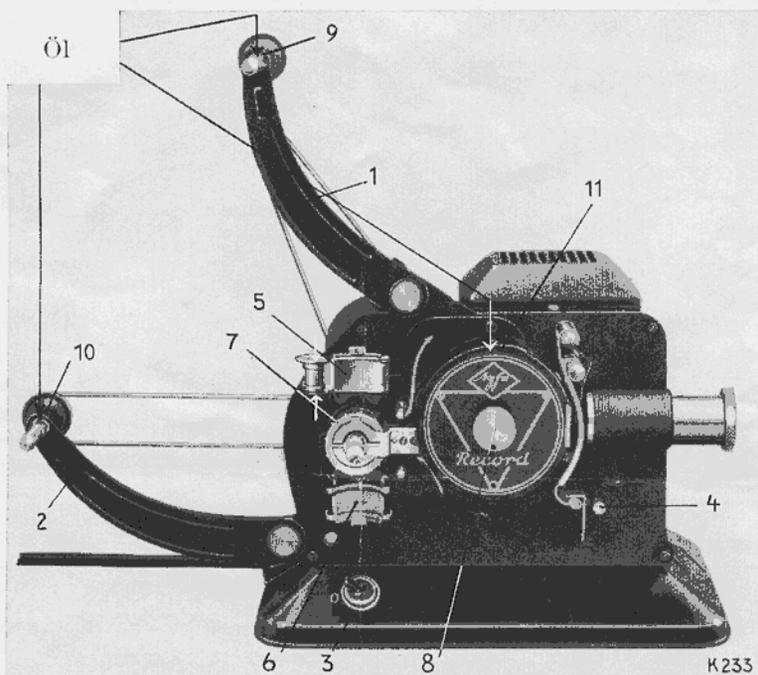
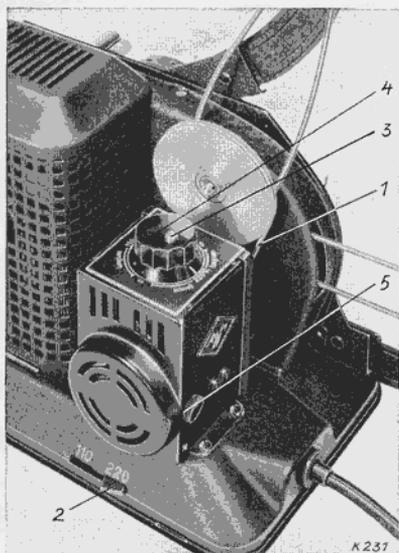
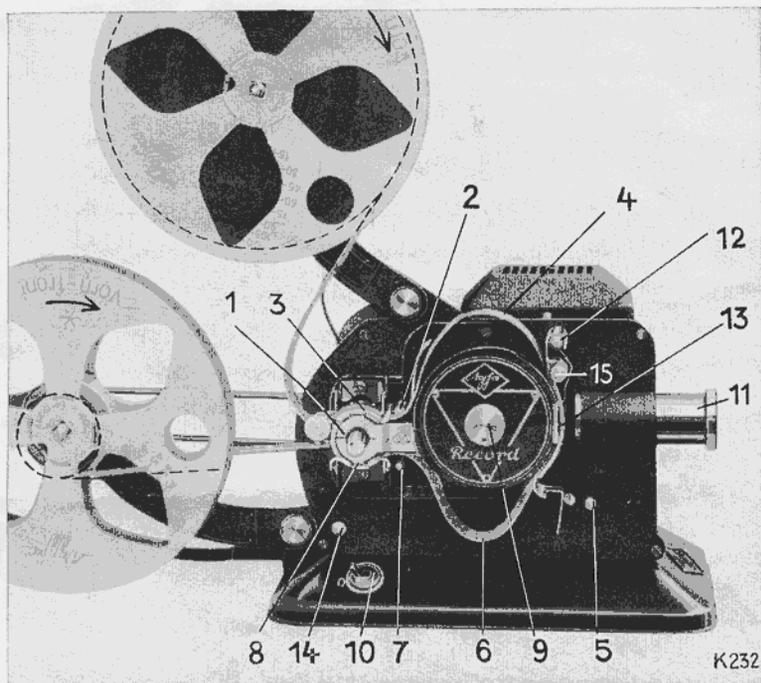

Abb. 1
Abb. 2
Abb. 4
Movector auf einen feststehenden Tisch so aufstellen, daß sich das Objektiv in Höhe der Leinwandmitte befindet. Oberen Spulenarm 1 (Abb. 1) hochklappen, unteren Spulenarm 2 (Abb. 1) herunterklappen.
Hebel des **Spannungsumschalters 2** (Abb. 2) leicht nach abwärts drücken und auf die der Netzspannung entsprechende Zahl (110 oder 220 Volt) schieben.\*) Ferner nach Niederdrücken des Knopfes 3 (Abb. 2) Drehknopf 4 (Abb. 2) des Motorregulierwiderstandes entsprechend auf 110 oder 220 Volt (auf „schnell“) einstellen. Mit Anschlußkabel Netzanschluß an die Steckdose des Lichtnetzes herstellen.
Schalter 3 (Abb. 1) einschalten (Stellung in Richtung zur Leinwand) und durch Drehen des Isolierknopfes 4 (Abb. 2) — **ohne den Me-**
**talkknopf 3 (Abb. 2) niederzudrücken** — Geschwindigkeit bis zur flimmerfreien Projektion einregulieren. Wenn der Motor beim Einschalten des Schalters 3 (Abb. 1) nicht gleich anläuft, den Isolierknopf 4 (Abb. 2) in Richtung „schnell“ drehen, bis der Motor die gewünschte Geschwindigkeit erreicht hat.
- a) **Hauptschalter 3 (Abb. 1) auf „O“ stellen.**
- b) **Filmkanal öffnen:** Unteres Ende (—→) der Andruckplatte bis zum Einrasten nach vorn drücken. Andruckschuhe 5 und 6 (Abb. 1) nach oben bzw. unten von der Zahntrommel 7 (Abb. 1) wegklappen.
- d) **Film einlegen.** Volle Filmspule auf den oberen Spulenarm bis zum Einrasten aufschieben (Abb. 4), so daß der Film im Uhrzeigersinn abläuft, etwa 60 cm Film abwickeln.
**Film** zunächst oben auf die **Transporttrommel 1 (Abb. 4)** so legen, daß die Zähne der Trommel genau in die Lochung des Films eingreifen, und der Film **unter** dem **Stift 2 (Abb. 4)** durchläuft, dann **oberen Andrückschuh 3 (Abb. 4)** schließen. Film nach Bildung einer **großen Schleife 4 (Abb. 4)** seitlich in den **Filmkanal** einschieben. Andruckplatte durch Druck auf den
Stift 5 (Abb. 4) auslösen und damit Filmkanal schließen. Film nach **nochmaliger Bildung einer Schleife 6** (Abb. 4) **über** den Stift 7 (Abb. 4) führen und **unter die Transporttrommel legen** (Zähne genau in die Lochung!) Dann unteren Andrückschuh 8 (Abb. 4) hochklappen.
Durch Drehen am Triebknopf 9 (Abb. 4) prüfen, ob der Film ruckweise im Filmkanal geschaltet wird. Dabei kann man leicht an der oberen Schleife ziehen, bis man deutlich spürt, daß der Greifer in die Perforation des Films eingesprungen ist.
Schalter 10 (Abb. 4) einschalten, Motor auf flimmerfreie Projektion einregulieren durch Drehen des Motorregulierwiderstandes 4 (Abb. 2). **Scharfstellen** durch Vorwärts- und Rückwärtsschieben des Objektivs 11 (Abb. 4) unter gleichzeitiger leichter Drehung.
**Stillstand:** Drehknopf 4 (Abb. 2) im Gegensinn des Uhrzeigers, also über „Langsam„ auf „0“ stellen. Wenn das Bild nicht sofort erscheint, etwas am Triebknopf 9 (Abb. 4) drehen, bis die Umlaufblende den Lichtweg freigibt.
Durch Drehen am Knopf 15 (Abb. 4) Bild richtig in den Ausschnitt stellen.
Filmende der Aufwickelspule zur oberen Spule führen und im Kern befestigen. Hierauf kann durch Einschalten des Motors mittels Schalter 10 (Abb. 4) der Film auf die obere Spule umgerollt werden. Untere Spule mit der Hand **leicht** bremsen, damit der Film nicht aufschnurrt.
Auch der Winkelspiegel 13 (Abb. 4) soll gelegentlich gereinigt werden. Vor Herausnehmen des Winkelspiegels muß erst der Triebknopf 9 (Abbildung 4) so gedreht werden, daß der grüne Punkt unten steht. Dann kann der Halter mit dem Spiegel herausgezogen und mit einem nicht fasernden Tuch vorsichtig gereinigt werden. Beim Wiedereinsetzen des Winkelspiegels, das natürlich nur bei der oben angegebenen Triebknopfstellung erfolgen kann, ist ferner darauf zu achten, daß der Spiegel 13 **bis zum Anschlag** eingeschoben wird, da sonst Greiferbeschädigungen beim Anlaufen des Apparates eintreten können.
Nach etwa 150 Betriebsstunden müssen die Kollektorkohlen nachgeprüft, und wenn sie kürzer als 5 mm geworden sind, durch neue ersetzt werden. Kollektorkappen 5 (Abb. 2) herausschrauben, Kohlen an den Spiralfedern herausziehen und neue Kohlen einsetzen. Kollektorkappen wieder aufschrauben.
Außerdem ist bei Dauerbetrieb gelegentlich je ein Tröpfchen Öl auf die Achsenden der Rolle des oberen Andrückschuhs 5 (Abb. 1) zu geben.
| Nr. 1 | Vierkantlager des oberen Spulenarms . . . . .  | 9 (Abb. 1)  |
| Nr. 2 | Vierkantlager des unteren Spulenarms . . . . . | 10 (Abb. 1) |
| Nr. 3 | Greifermechanismus . . . . .                   | 11 (Abb. 1) |
schuhs . . . . . 5 (Abb. 1)
Oberen Spulenarm an den Apparat anklappen. Auslöseknopf 14 (Abb. 4) nach innen drücken und unteren Spulenarm hochklappen. Apparat in den Transportkoffer stellen.